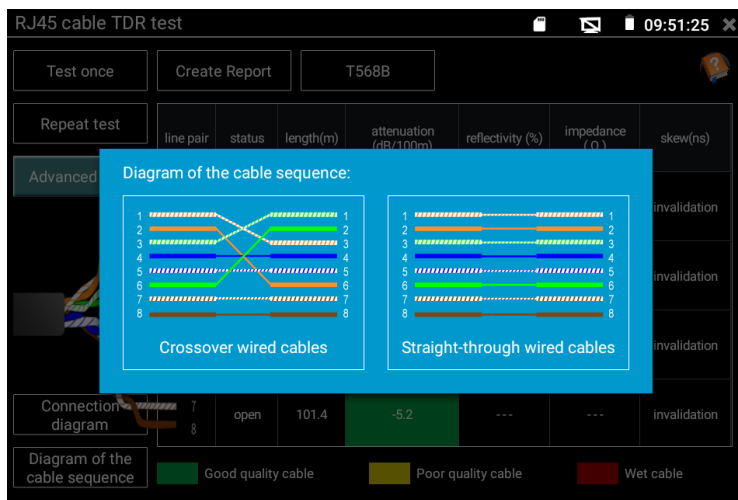

Рис. 105 Типы обжимки кабеля «витой пары», справка
- 4) «Типы обжимки кабеля» (Diagram of the cable sequence) показывает два варианта обжимки кабеля «прямой» и «кресовый» в виде схемы последовательности жил в кабеле, рис. 105